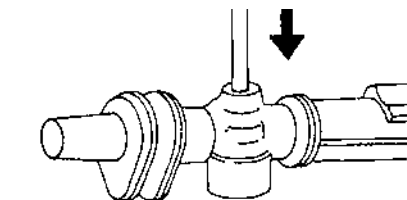

Рис. 6.17.
- извлечь из картера рулевой передачи роликовый подшипник с помощью пресса и подходящих размеров стержня (рис. 6.17);